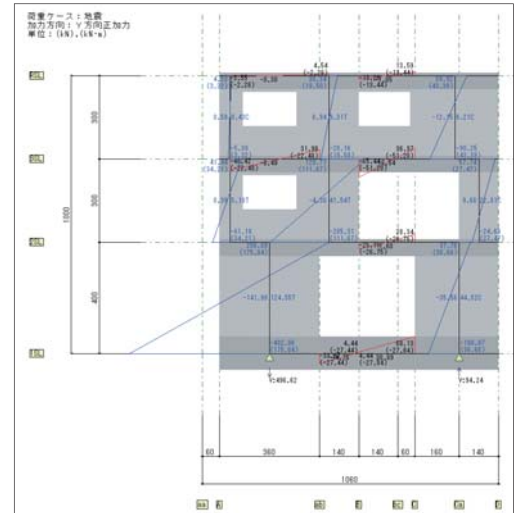

図5 地震荷重時応力図出力例
- ・壁と壁ばりを線材と剛域でモデル化します。鉛直荷重時は立体解析を行います。水平荷重時は立体解析、擬似立体解析、平均せん断応力度法による平面解析のいずれかを選ぶことができ、架構形状に適した解析方法を指定できます(図5)。また、立体解析では支点の浮き上がりを考慮することができ、建物の実情に応じた応力を求めることができます。各階の床は剛床としています。